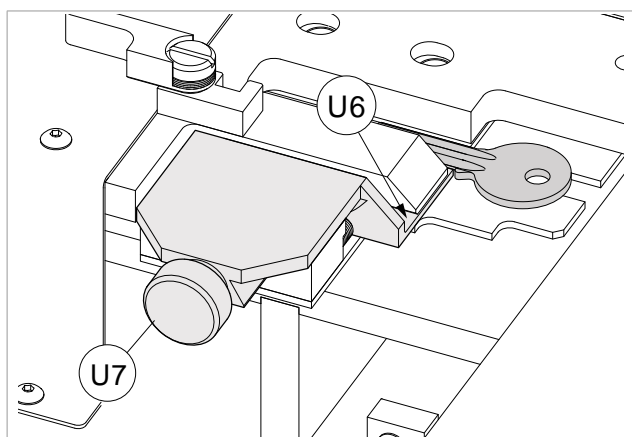

Fig. 107
- 1) Plaats één van de sleutels die moet worden ingevoerd in de lader op de slede (Fig. 107).